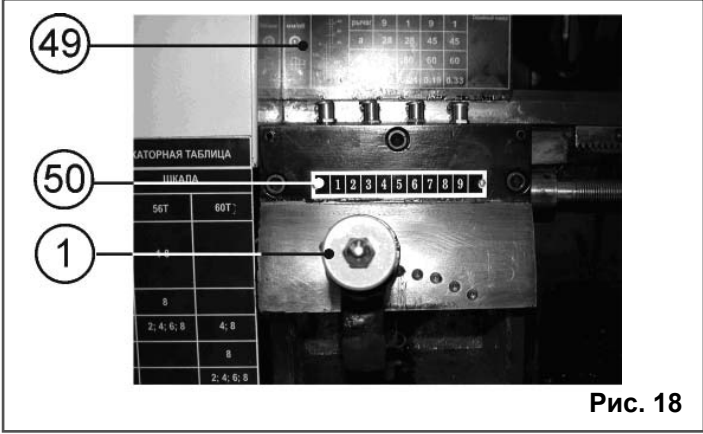
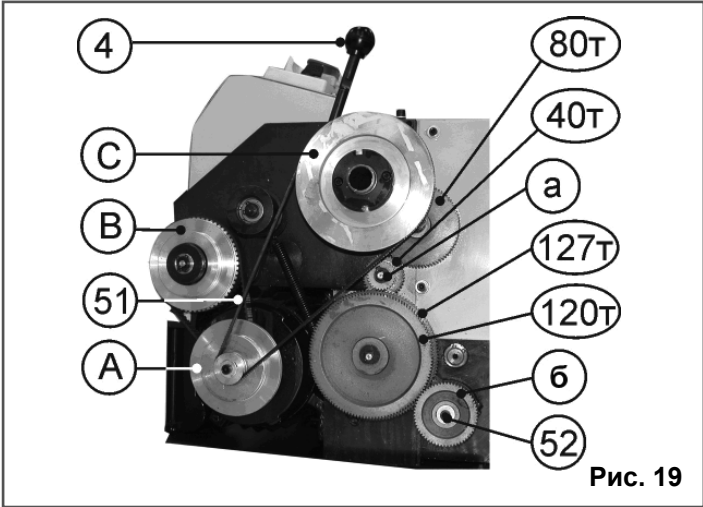

Рис. 18
Рис. 19
10.4.4. Станок оборудован коробкой скоростей автоматической подачи в диапазоне от 0,12 мм до 0,33 мм за один оборот шпинделя (см. таблицу 2 и шильдик (49), Рис. 18.)
10.4.5. Откройте защитный кожух гитары (2), как указано в п. 9.3.2. По таблице 2 установите необходимые шестерни (а) (б), Рис. 19, и закройте защитный кожух (2), п. 9.3.2.
10.4.6. Пользуясь таблицей 2, перемещая рычаг переключения скорости автоматической подачи(1), Рис. 18, можно менять скорость автоматической подачи. Например, при установке шестерен а=28Т и б=60Т, Рис. 19, в положении 9 рычага переключения скорости автоматической подачи (1) по шкале (50) – скорость подачи равна 0,12 мм на один оборот шпинделя. При установке рычага переключения скорости автоматической подачи (1) в положение 1 по шкале (50) – скорость подачи равна 0,21 мм на один оборот шпинделя и т.д., Рис. 18.
При каждом перемещении рычага переключения скорости автоматической подачи (1) необходимо рычаг натяжения ремня (4) привести в крайнее положение от себя, Рис. 19.
10.5.2. Переставляя клиновой ремень (51) на шкивах А,В,С в положения 1,2,3 согласно таблице 3, можно ступенчато изменять скорость вращения шпинделя – 100; 250; 350; 500; 900 и 1800 об/мин., Рис. 19, (А,В,С - шкивы). Например, при установке клинового ремня (51) на шкивах В,С в положении 1 – скорость вращения шпинделя равна 100 об/мин, а в положении 3 - скорость вращения равна 500 об/мин и т.д., Рис. 19.
10.6.4. Комбинации использования шестерен для нарезания резьбы см. в таблице 4 и Рис. 19.
1. См. Рис. 19
Рычаг переключения скорости автоматической подачи (1), Рис. 18, в положении 1
2. См. Рис. 19
Рычаг переключения скорости автоматической подачи (1), Рис. 18, в положении 7
10.6.5. Отвинтите крепёжный болт (52), закрепляющий шестерню (б) и снимите стопорную шайбу шестерни (а), Рис. 19.
10.6.6. Осторожно снимите шестерни, чтобы сохранить на месте шпонки на валах и установите необходимые шестерни (а) и (б). Количество зубьев на каждой шестерне промаркировано. Установите крепежный болт (52) шестерни (б) и стопорную шайбу шестерни (а), Рис. 19.
10.6.8. Положение шестерен 120Т и 127Т для метрической резьбы показано на Рис. 19.
10.6.9. Для нарезания дюймовой резьбы шестерни 120Т и 127Т необходимо поменять местами, Рис. 19.